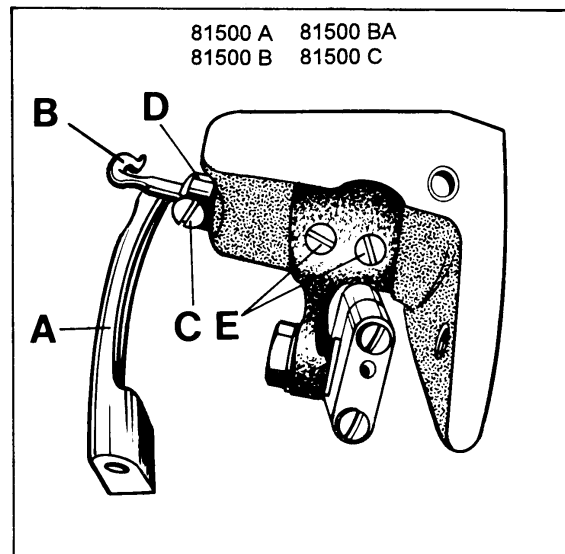

Fig. 14
The thread retainer (B, Fig. 14) should retain the lower looper thread before the lower looper (A) enters into the needle thread loop.
After loosening screw (C, Fig. 14) the thread retainer (B) can be moved to the left or right. Retighten screw on the flat of the thread retainer shank.
Der Fadenholer (B, Fig. 14) soll den Untergreiferfaden zurückhalten ehe der Untergreifer (A) in die Nadelfadenschlinge eintritt.
Nach Lösen der Schraube (C, Fig. 14) kann der Fadenholer (B) nach links oder rechts verschoben werden. Ziehen Sie die Schraube wieder auf der Befestigungsfläche des Fadenholers an.